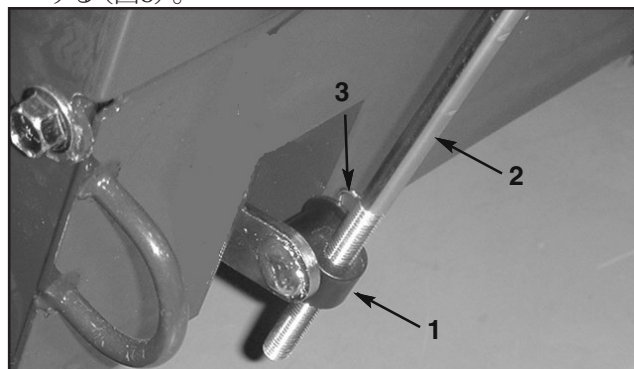

図5
6. ロッドのフィッティングをシフトのベル・クランク・シャフトに差し込み、ワッシャとヘアピン・コッターで固定する (図5)。